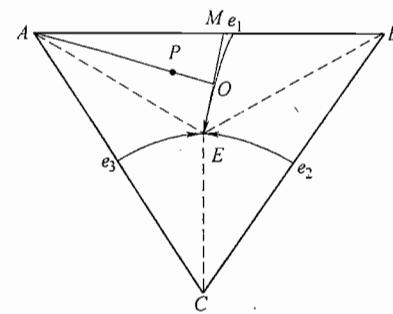

图 38-2 第五题第 1 小题解答图
(1) 以固态下互不固溶三元合金为例，如图 38-2 所示：
- ①首先作出浓度三角形  $ABC$ ；
- ②选取空间图上各个特殊点： $E$ 、 $e_1$ 、 $e_2$ 、 $e_3$ ，在成分三角形上作出投影；
- ③连接  $e_1E$ 、 $e_2E$ 、 $e_3E$  三条液相变温线，交点  $E$  则为三相共晶点；
- ④由此可确定出各个面的投影，即：